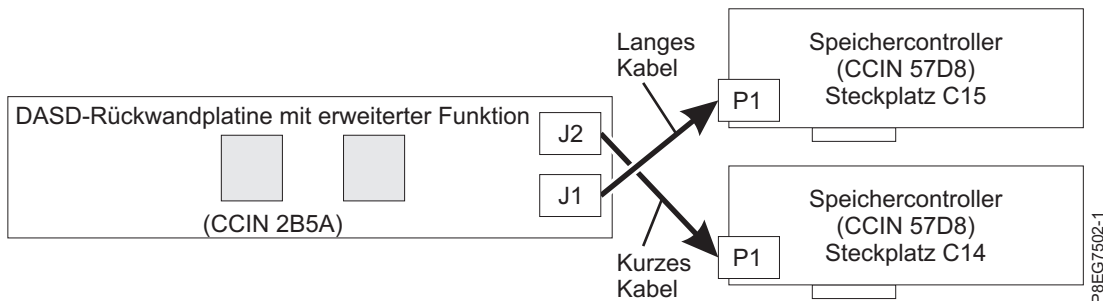

Abbildung 8. SAS-Kabel in einer Konfiguration mit erweiterter Funktion wieder anschließen
- Wenn Sie über zwei interne PCIe3-x8-SAS-RAID-Adapter mit Cache (CCIN 57D8) verfügen (erweiterte Funktion), verbindet das kurze SAS-Kabel den Anschluss an der Rückwandplatine des oberen Plattenlaufwerks (J2) mit dem Anschluss P1 am internen SAS-RAID-Adapter in Steckplatz P1-C14. Das lange SAS-Kabel verbindet den Anschluss an der Rückwandplatine des unteren Plattenlaufwerks (J1) mit dem Anschluss P1 am internen SAS-RAID-Adapter in Steckplatz P1-C15. Siehe Abb. 8.